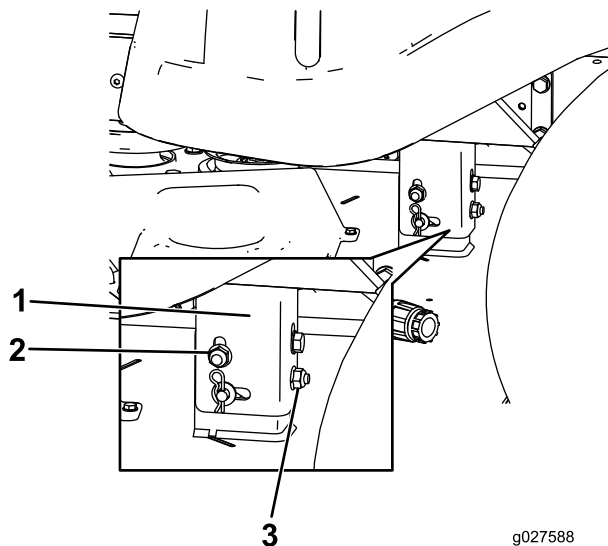

Figure 68
8. Élevez ou abaissez le côté gauche du tablier de coupe en tournant l'écrou arrière (Figure 68).
Remarque: Tournez l'écrou arrière dans le sens horaire pour élever le tablier de coupe ou dans le sens antihoraire pour abaisser le tablier (Figure 68).